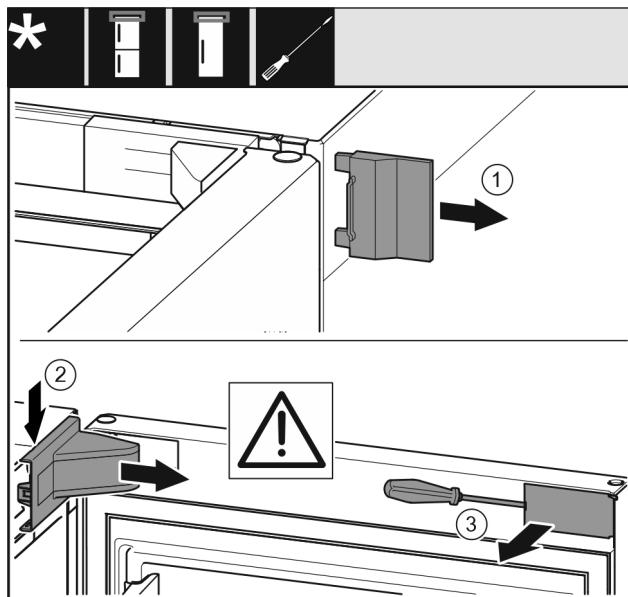

Fig. 8
- Skinite vanjski pokrov. Fig. 8 (1)
- Otkopčajte i otpustite pokrov podloška ležaja. Skinite pokrov podloška ležaja. Fig. 8 (2)
- Ravnim odvijačem otkopčajte masku i zakrenite je u stranu. Fig. 8 (3)